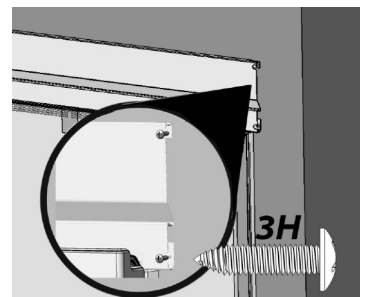

Fig. 13
- b. Perfore orificios guía de  $\frac{1}{8}$ " y ajuste dos tornillos 3H en el lado derecho de la moldura superior con un destornillador Phillips a los gabinetes (Fig. 13).